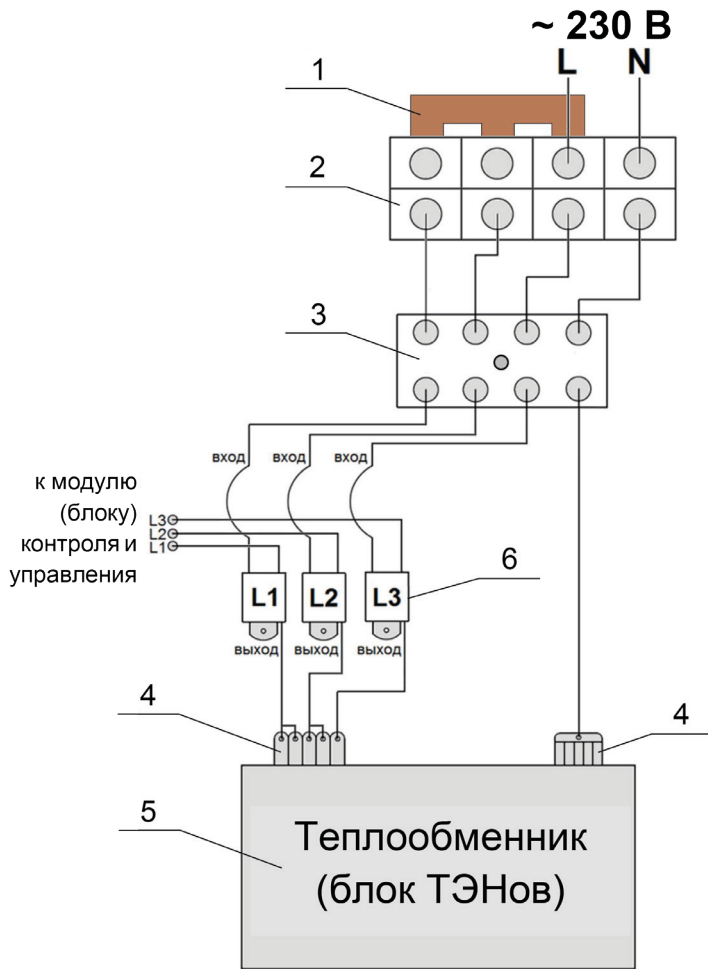

Рис. 15
- Для повышения давления в СО и в электрокотле установлен кран подпитки (См. Рис.15). При повышении давления в СО и в электрокотле с использованием крана подпитки необходимо соблюдать следующие условия: